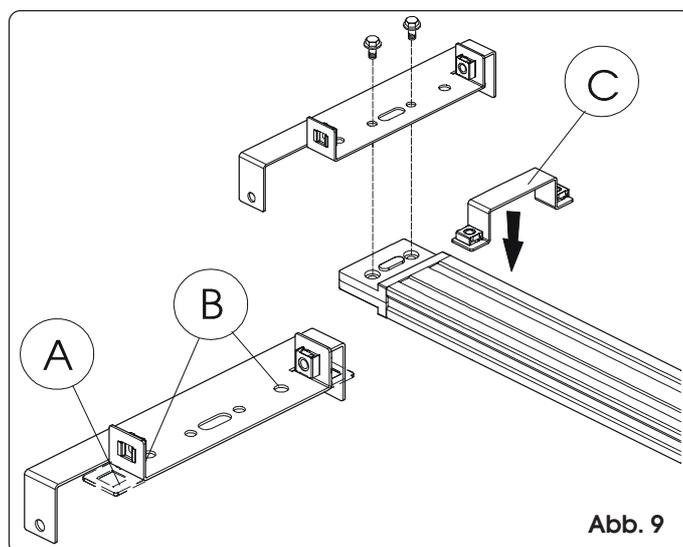
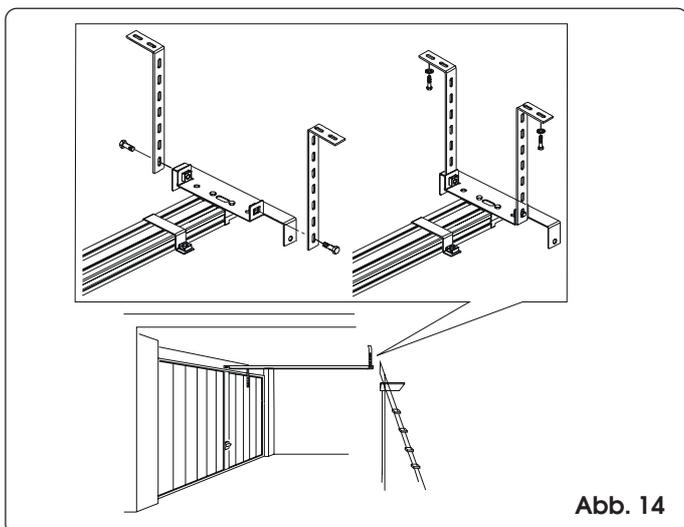

Abb. 9
Abb. 14
Montieren Sie den hinteren Anschluss in die entsprechende Aufnahme an der Antriebskupplung (Abb. 9).
Bei einem bündig an der Decke installierten Antrieb schneiden bzw. biegen Sie die Fixierwinkel der Bügel (Abb. 9 Pos. A) und nehmen Sie in letzterem Fall die Käfigmutter ab. Führen Sie die Befestigung anhand der entsprechenden Bohrungen (Abb. 9 Pos. B) durch. Futtern Sie den Raum zwischen hinterem Anschluss und Decke mit einer ca. 5 mm starken Scheibe aus.
- 11) Bringen Sie die Bügel am hinteren Anschluss an und setzen Sie die Laufschiene wieder auf (Abb. 14).
- 12) Zeichnen Sie die Fixierstellen an der Decke an, bohren Sie vorsichtig (um die Laufschiene nicht zu beschädigen), bringen Sie den vorderen Fixierwinkel des Antriebs an (Abb. 9 Pos. C und Abb. 14) und beenden Sie dann den Installationsvorgang.